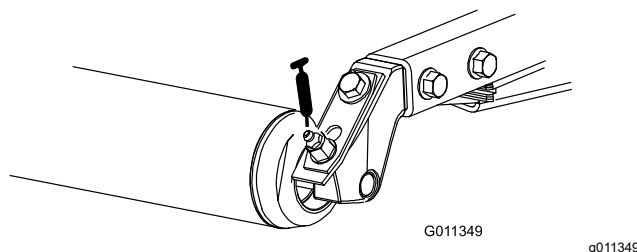

Figura 11
- Cuscinetti a rulli posteriori (2 per apparato di taglio) – Figura 11